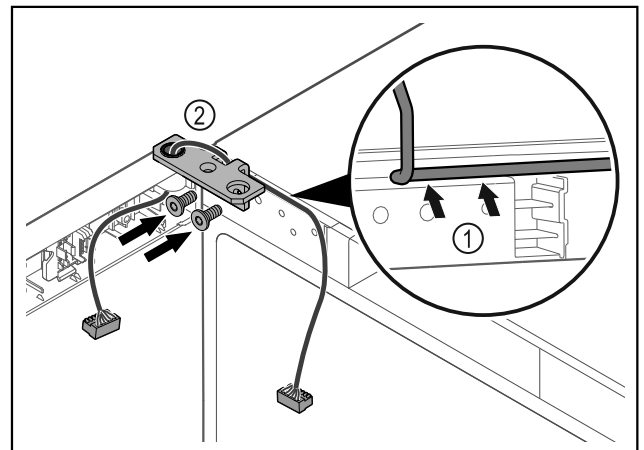

Fig. 63
- Kabel door de uitsparing van de scharnierhoek leiden en voorzichtig monteren Fig. 63 (1).
- Scharnierhoek Fig. 63 (2) vastschroeven.